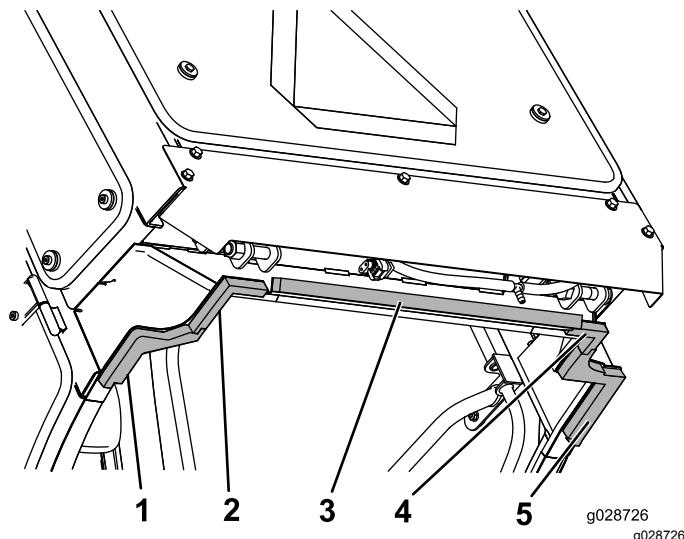

Figura 61
1. Aplique la espuma trasera en la pestaña inclinada de la parte trasera de la cabina, según se muestra en Figura 61.
2. Instale las juntas de espuma trasera derecha y trasera izquierda en las esquinas inferiores del borde trasero inferior del bastidor de la cabina, según se muestra en Figura 61.
3. Alinee los bordes interiores de las piezas de espuma central izquierda y central derecha con las piezas traseras izquierda y derecha, encajando entre sí las pestañas (Figura 61).